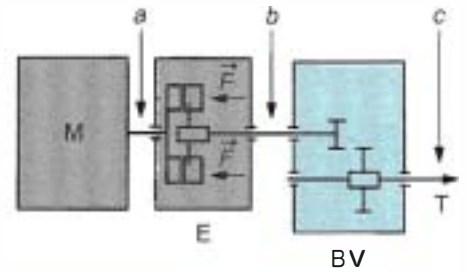

Figure 2.1 • Arrêt du véhicule :
- **Arrêt du véhicule** (figure 2.1) :